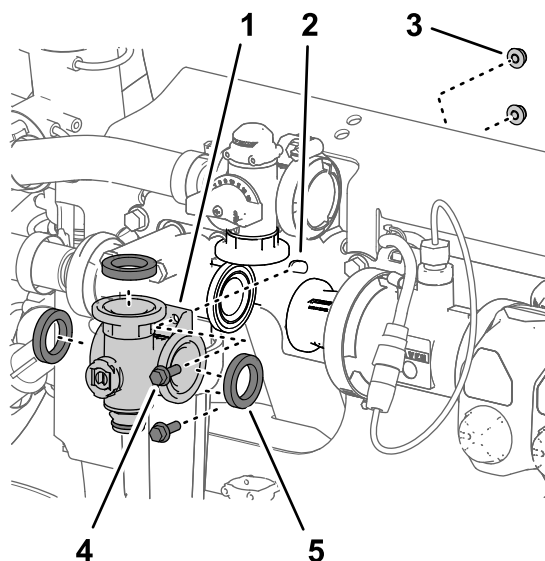
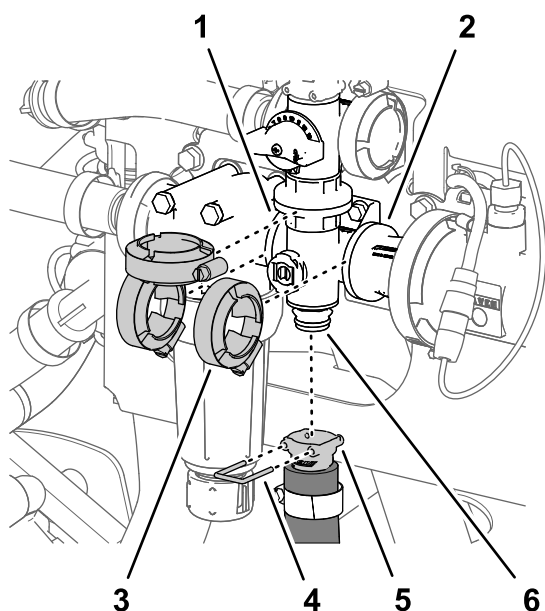

Рисунок 120
Рисунок 121
1. Совместите фланец коллектора клапана перемешивания и 3 прокладки с фланцами перепускного клапана перемешивания, головки фильтра линии нагнетания и переходного соединителя (Рисунок 120 и Рисунок 121).
перемешивания, головке фильтра линии нагнетания и переходному соединителю (Рисунок 121) с помощью 3 фланцевых хомутов, снятых при выполнении действий, описанных в разделе Демонтаж коллекторного клапана перемешивания (страница 92).
- Затяните 3 фланцевых хомута от руки (Рисунок 121).
- Установите быстроразъемный соединитель шланга перемешивания на быстроразъемный штуцер коллектора клапана перемешивания при помощи штифта быстроразъемного соединения (Рисунок 121).